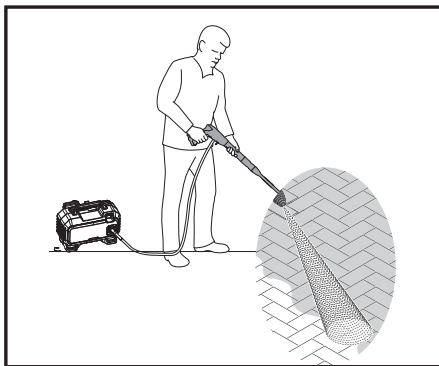

Fig. 12
2. Se utilizar o bocal variável (19), defina o padrão de pulverização necessário.
4. Segure na pistola de pulverização (15) com as duas mãos.
5. Ligue a máquina premindo o interruptor para ligar / desligar (3) a fim de o colocar na posição "I".
7. Aperte completamente o gatilho (15a) da pistola de pulverização para iniciar o jato de água, conforme ilustrado na Fig. 12.